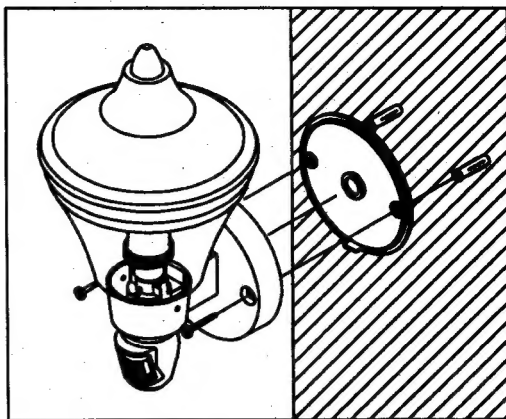

fig. 3
1. Bepaal de montageplaats voor de ASL-80B, verwijder de montageplaat, en boor de bevestigings gaten voor de montageplaat (fig. 3).